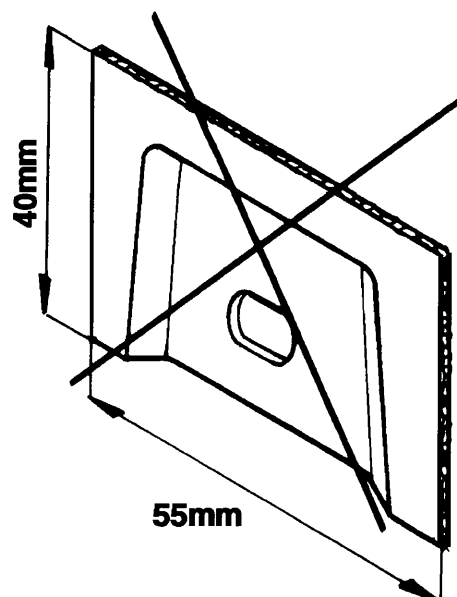

fig.2
3. Zaag uit het midden aan de onderzijde van de bumper een deel van 55 mm x 40 mm overeenkomstig (fig.2). Herplaats het onder punt 1 gedomonteerde. Plaats de kogelstang en bevestig deze d.m.v. twee bouten M12x70 inclusief zelfborgende moeren en sluitringen aan de trekhaak. Draai alle bouten en moeren overeenkomstig de tabel vast.
3. Saw out a 55 mm x 40 mm section in the middle at the bottom side of the bumper, in accordance with (fig.2) Replace what was disassembled under point 1. Position the ball bar and fasten it to the tow bar by means of two bolts M12x70 including self-locking nuts and lock washers. Tighten all the bolts and nuts in accordance with the table.
3. Serrar del centro del lado inferior del parachoques una parte de 55 mm x 40 mm de acuerdo con la fig. 2. Volver a poner lo desmontado según las instrucciones bajo 1. Colocar la bola y fijarla en el gancho de remolque con dos tornillos M12x70 inclusive tuercas de seguridad y arandelas planas. Apretar todos los tornillos y tuercas según los puntos indicados en la tabla.
3. Sav - ifølge fig. 2 - et stykke på 55mm x 40 mm ud i midten på køl-anbring kuglestangen og monter den på anhangerrækket med to bolte M12x70 inklusiv selvslænde møtrikker og planskiver. Spænd alle bolte og møtrikker ifølge tabellen.
3. Sägen Sie aus der Mitte der Unterseite der Stobstange einen Teil von 55mm x 40mm entsprechend (Fig.2) heraus. Montieren Sie das unter Punkt 1 Entfernte wieder. Schieben Sie die Kugelstange in den Halter und befestigen Sie diese mit zwei Schrauben M12x70 inkl. selbstslænde Mutter und Unterlegscheiben an die Anhängerkupplung. Ziehen Sie alle Schrauben und Muttern laut Tabelle fest.